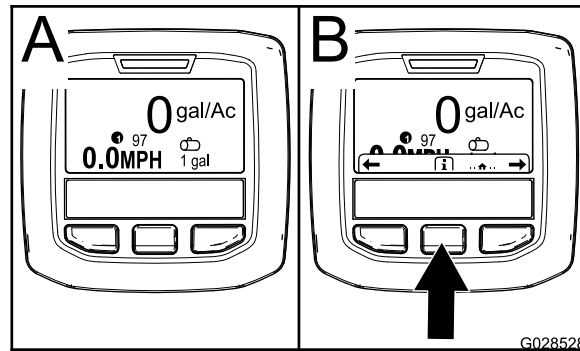

Figura 18
2. Dopo circa 15 secondi, comparirà la schermata iniziale; premete il pulsante di selezione centrale per visualizzare le informazioni contestuali (Figura 18).